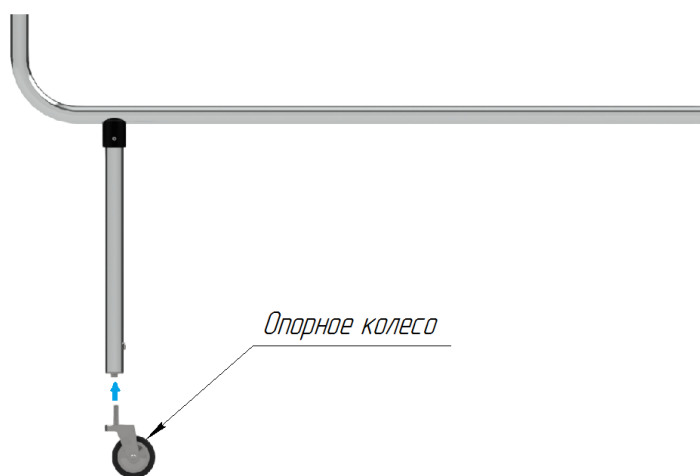

Рисунок 7.2.1. Установка опорного колеса.
3. Закрутите резьбовую ось опорного колеса в основание опорной планки створки (рис. 7.2.1).